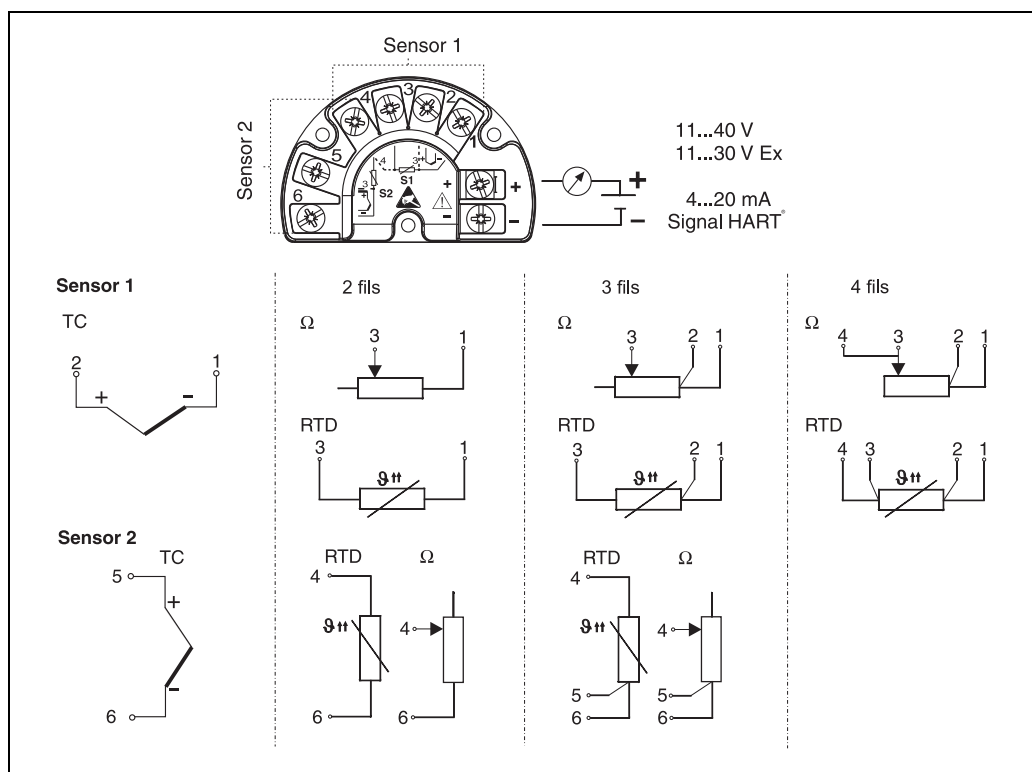

Fig. 5 : Câblage du transmetteur de terrain
3. Raccorder les câbles selon v. fig. 5.
L'occupation des bornes pour le raccordement du capteur se trouve à la v. fig. 5. Pour deux entrées capteur, les combinaisons suivantes sont possibles :
L'occupation des bornes est-elle correcte ? Comparer le schéma de raccordement du bornier ou v. fig. 5.	Voir schéma de raccordement sur le boîtier